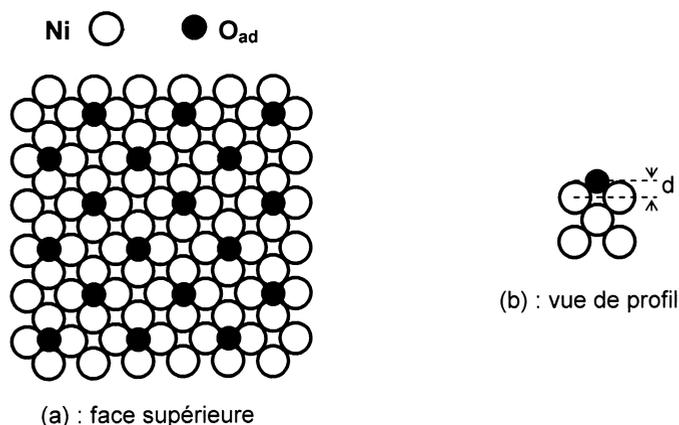

Figure 2.
La figure 2(a) représentée à partir de clichés de diffraction des électrons lents (L.E.E.D.) décrit la toute première phase d'adsorption du dioxygène sur un plan appelé (001) du nickel, qui correspond simplement à la face supérieure (ou plan XY) de la maille cubique.
La figure 2(b) montre une coupe de la maille cubique par un plan vertical (YZ) passant par  $O_{ad}$  et deux atomes Ni.